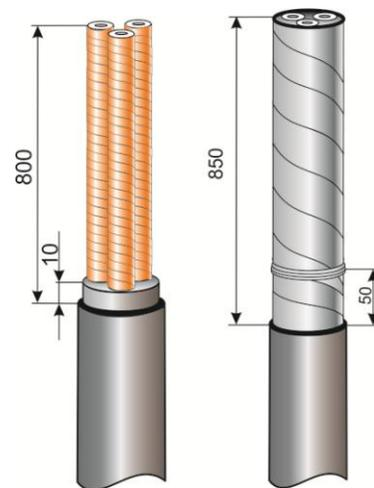

Рис.2
**2.Для кабеля без брони.** Удалить оболочку кабеля от торца до кольцевого надреза. Для облегчения снятия оболочки ее необходимо подогреть пламенем горелки до температуры 50...70°C. Удалить межфазный наполнитель, оставив выступ 10мм (Рис.2).